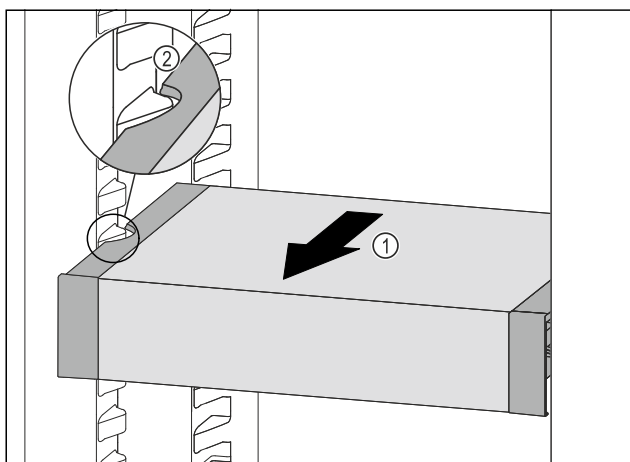

Fig. 96
- ▶ VarioSafe pociągnąć w przód Fig. 96 (1), aż boczne wycięcia szuflady VarioSafe będą się znajdować na wysokości żeber pojemnika w chłodziarce. Fig. 96 (2)